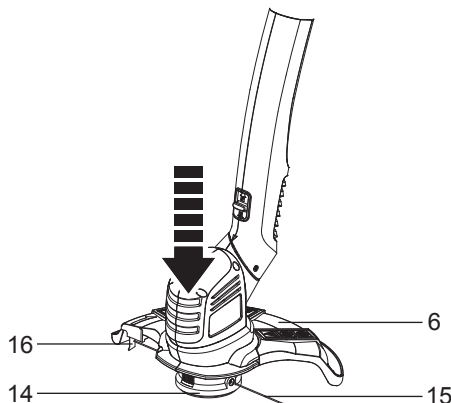

Fig. 16
- > Golpee dicho botón (17) sobre una superficie dura para que el carrete suministre automáticamente un tramo adicional de hilo de corte (Fig. 16).
- > La cuchilla corta hilo (16) mantendrá el tramo de hilo de corte a la longitud adecuada. El hilo de corte nunca deberá excederse el radio de la guarda de protección (6).